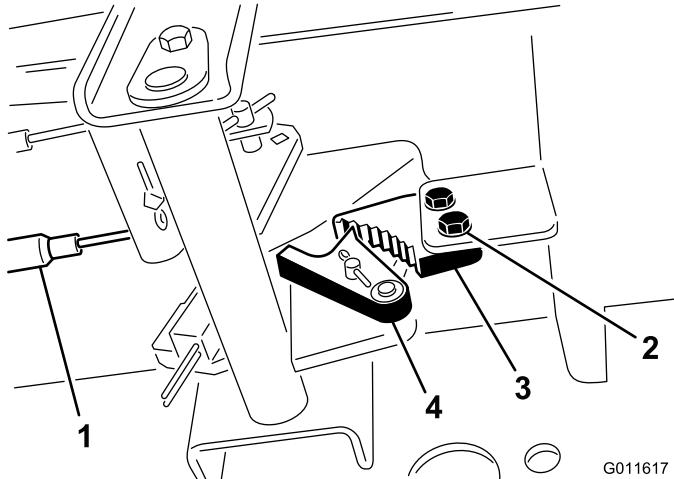

Figure 66
1. Desserrez les 2 vis qui fixent le cliquet du frein de stationnement au cadre (Figure 66).
2. Appuyez sur l'avant de la pédale du frein de stationnement jusqu'à ce que le verrou s'engage complètement sur le cliquet du frein (Figure 66).